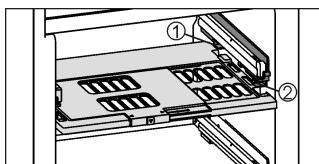

Fig. 28
- Introduire la plaque de régulation de l'humidité : insérer les travers du couvercle de la plaque par le bas dans le support arrière Fig. 28 (1) et encliquer devant dans le support Fig. 28 (2).